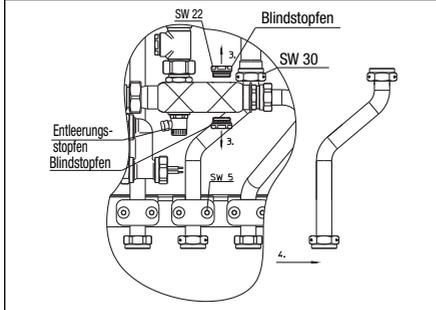

Abb. 4 Ausbau der Einzelteile
2. Die gesamte Wohnungsstation „Regudis W-HTU“ entleeren. (z.B. mit Hilfe des Entleerungsstopfens Abb. 4)